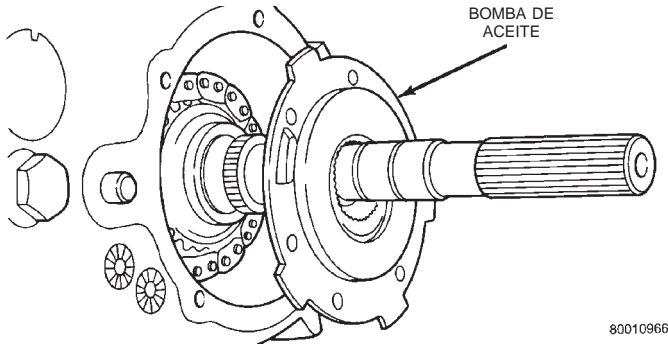

Fig. 13 Desmontaje de la bomba de aceite
(12) Desacople el tubo de absorción de aceite de la bomba de aceite y retire el conjunto de la bomba de aceite. Incline el borde de la bomba de aceite desde debajo del borde de la mitad de la caja trasera y extraiga la bomba deslizándola (Fig. 13).